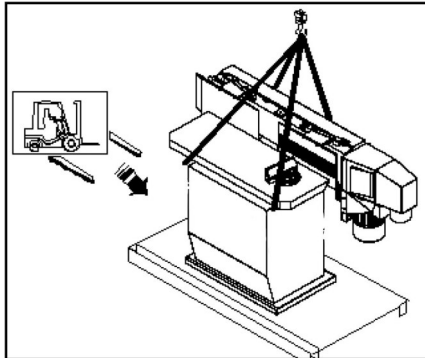

Abb. 2: Transport
- Schritt 2: Zwei Seile am Kranhaken und an den entsprechenden Punkten der Kantenschleifmaschine befestigen (siehe Abb. 2).